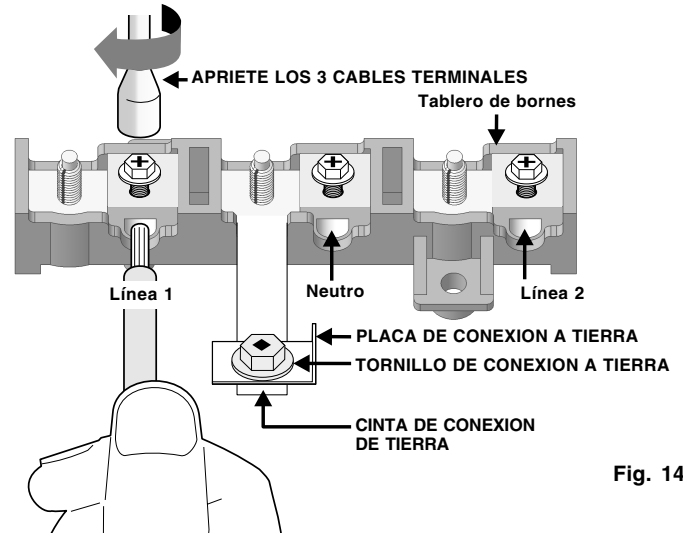

Fig. 14
2. **(Conexiones permanentes trifilares y tetrafilares)** Desforre el aislamiento de los extremos del cableado permanente para la Línea 1, Línea 2, Neutro (además desforre el alambre de conexión a tierra en las conexiones tetrafilares). Apriete los 3 conductores hacia el tablero de bornes (Siga las ubicaciones de los alambres que se muestran en la Fig. 14).